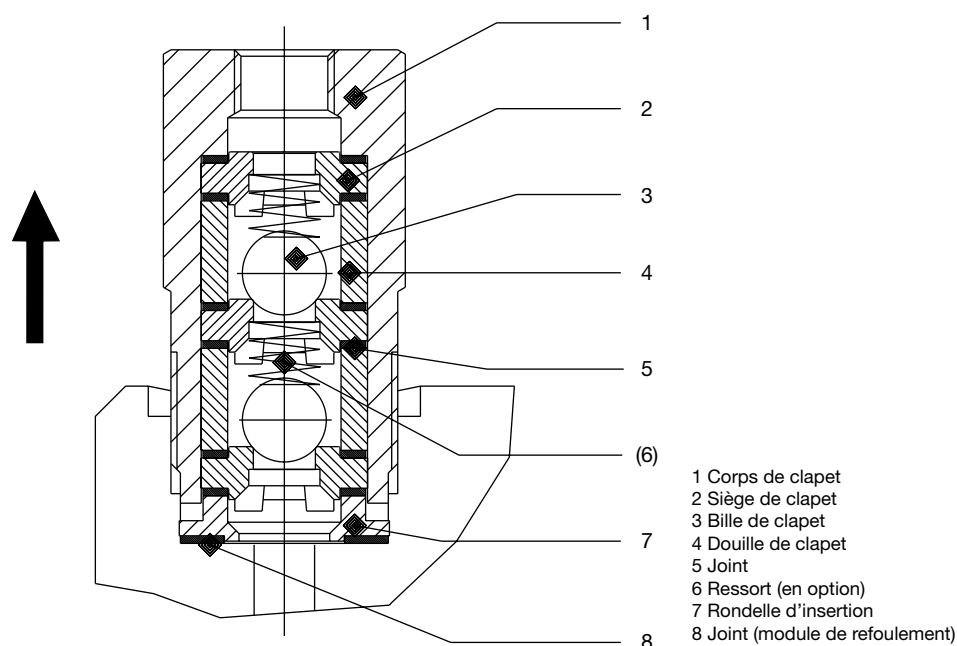

Fig. 11
Orientez les bagues en forme de V avec le côté ouvert vers la tête doseuse (comme la bague FOI (rep. 23 de la fig. 11)).
- ▶ emboîtez un nouveau joint torique (21) sur la bague de rinçage (4)
- ▶ pressez un nouveau joint FOI (21) dans la bague de rinçage (4) (respectez le sens – voir fig. 11)
- ▶ glissez la bague de rinçage (4) dans la tête doseuse
- ▶ placez la bague de guidage (5) avec une nouvelle bande de guidage (24) sur la tête doseuse et vissez-la (5 Nm) !
- ▶ bloquez alors les vis (27)
- ▶ placez la bride de la tête doseuse (3) sur le module de refoulement et serrez les vis (7 Nm)
- ▶ glissez le piston (2) avec précaution dans le module de refoulement.